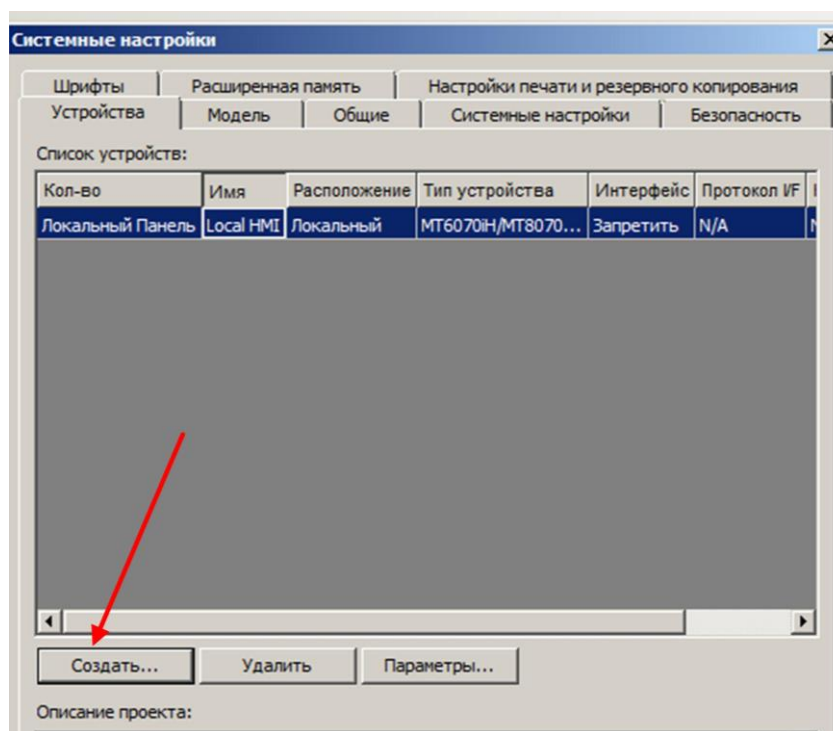

Рис. 7. Создание конфигурации устройства, к которому будет осуществляться подключение
3.4.2. Для редактирования параметров подключения к удаленному контроллеру СРМ902 по протоколу Modbus следует нажать кнопку **Создать**, как показано на рис. 7.